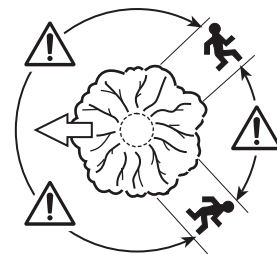

Fig. 28
3. Debe planificar y preparar una ruta de escape antes de iniciar el corte. La ruta de escape debe ir hacia atrás diagonalmente hasta la parte trasera de la línea de caída esperada (Fig. 28).